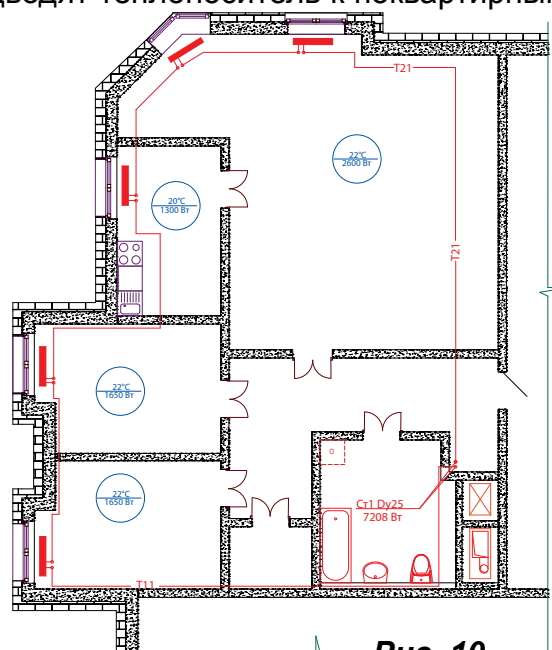

Рис. 10
24. На рис. 10 и 10а показана схема поквартирной системы отопления с плинтусной разводкой теплопроводов. В отечественной практике используется также и лучевая разводка теплопроводов от общего для квартиры коллектора.
Рис. 10а